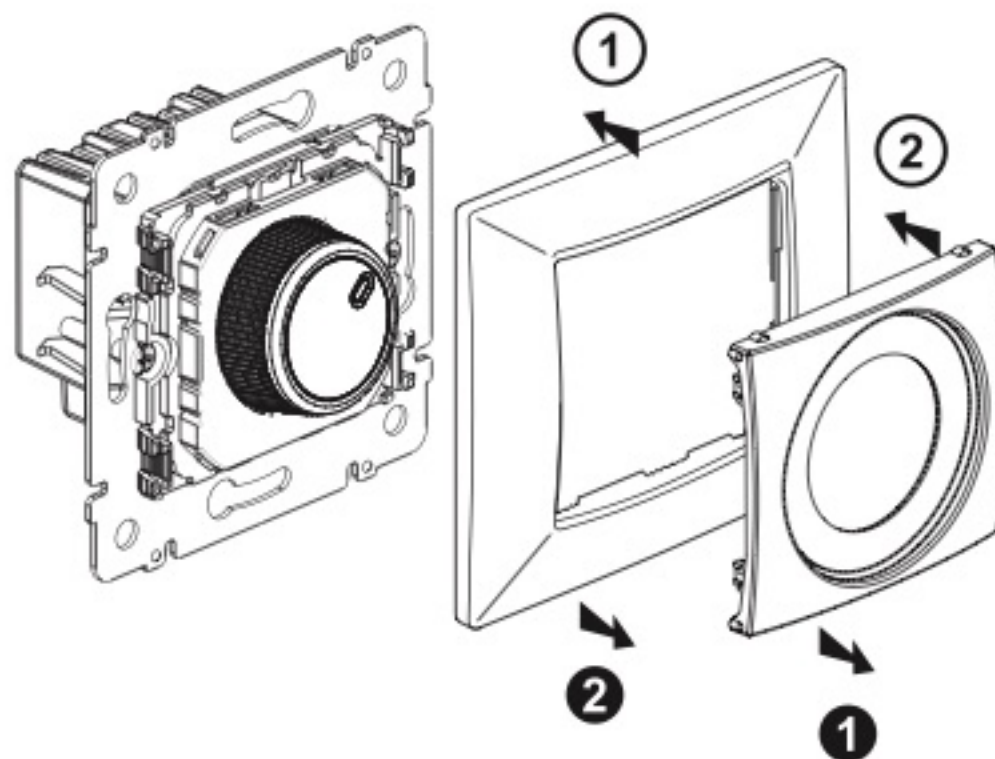

Рисунок 1 – Схема монтажа диммера / Figure 1 – Dimmer installation diagram / 1 сурет – Диммерді
Монтажные коробки должны быть установлены вровень с поверхностью стены или с небольшим заглублением, чтобы суппорт механизма плотно прилегал к ровной поверхности стены. Монтаж диммера выполнять в следующей последовательности (рисунок 1): снять лицевую панель (1); присоединить подготовленные к монтажу электрические провода к винтовым зажимам диммера, проверить правильность соединения проводов согласно схеме, приведенной на рисунке 3 или 4; в зависимости от типа нагрузки, переключателем L – Н в верхней части корпуса (рисунок 2), выбрать режим работы; установить механизм в монтажную коробку, закрепить с помощью самонарезающих винтов и/или закрутить два винта до надёжной фиксации распорными лапками. Винты нужно завинчивать поочередно и равномерно, не допуская деформации суппорта и повреждения его крепёжных отверстий (момент затяжки самонарезающих винтов и винтов лапок не должен превышать 0,6 Н·м); установить декоративную рамку (приобретается отдельно); установить лицевую панель; подать напряжение питания.